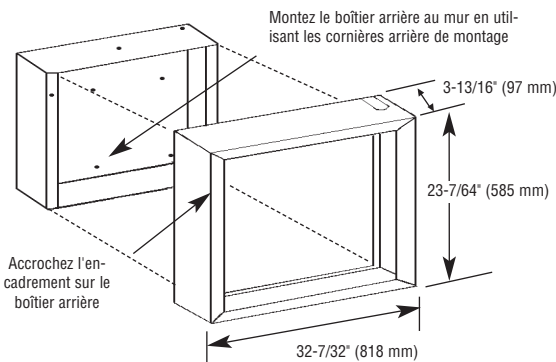

Figure 3 : Installation de montage en surface
Installation du boîtier arrière avec l'encadrement de montage sur surface (Voir la Figure 3)
- Posez soigneusement l'encadrement de surface sur le boîtier arrière en vous assurant que les rebords inférieurs de l'encadrement sont au niveau de la finition du mur (Voyez le Figure 3).